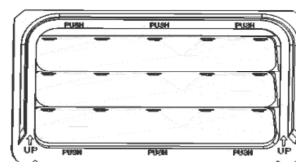

图 2-4-2 后通风口拆卸示意图
(1) 先通过产品正面上的“↑up”标识识别上下端，避免上下装反；左右通用；如图 2-4-2 所示